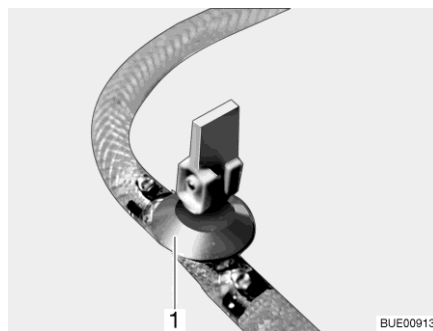
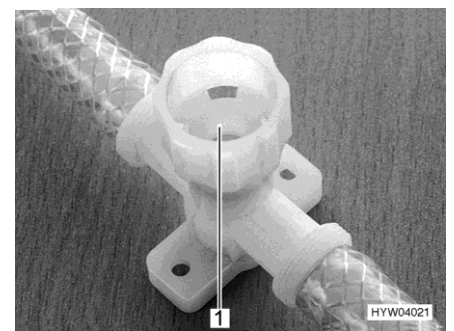

Fig. 273 Rubinetto di scarico (con leva a bilanciere)
Fig. 274 Rubinetto di scarico (con tappo a vite)
- Chiudere tutti i rubinetti di scarico. Mettere la leva a bilanciere del rubinetto di scarico (Fig. 273,1) orizzontale o chiudere il coperchio del rubinetto di scarico (Fig. 274,1) in senso orario.